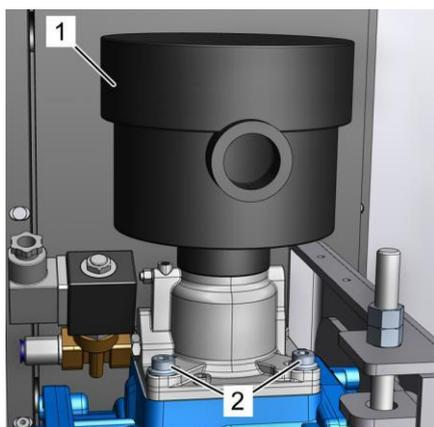

Рис. 31: Резьбовая пробка регулятора впуска
1. Отверните 4 винта на регуляторе впуска (Рис. 31/1).
2. Снимите регулятор впуска и залейте охлаждающую жидкость непосредственно в ступень компрессора (Рис. 31/1).
3. Закрутите 4 винта на регуляторе впуска (Рис. 31/1) (☞ Приложение В «Моменты затяжки винтов» на странице 153).